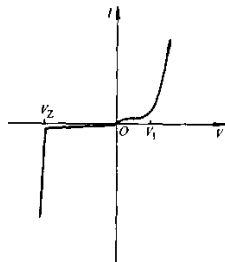

图 1-40 二极管 $V-I$ 特性曲线
二极管的正向和反向特性可以用它的伏-安 ($V-I$) 特性曲线来说明，如图 1-40 所示。曲线中，横轴是电压 (V)，即加到二极管两极引脚之间的电压。纵轴是电流 (I)，即流过二极管的电流。它正、反向特性曲线见图 1-40 所示，在正向时正极电压大于负极电压，此时电流是从正极流向负极。在反向时负极电压大于正，此时的电流是从负极流向正极。